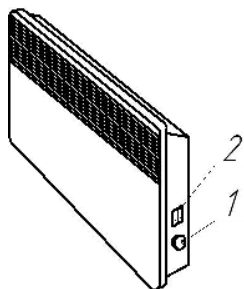

Рис. 5 Размещение органов управления конвекторов (IP20)
4.7 Переведите клавишу выключателя (клавиши ступенчатого регулятора мощности) в отключённое положение «0», ручку термостата установите в положение «❄» (совместите знак «❄» на ручке с меткой на корпусе конвектора или блока управления). Конвектор готов к работе (расположение органов управления конвектором приведено на рис. 5, 6).
**Внимание!** Категорически запрещается включать и эксплуатировать конвектор без его закрепления на кронштейнах на стене или без установленных опор на полу. Включать и эксплуатировать конвектор допускается только в положении, показанном на рис. 5, 6 (воздухозаборной решёткой вниз). При первом включении конвектора возможен запах от испарения консервационных материалов. Рекомендуется проветрить помещение.